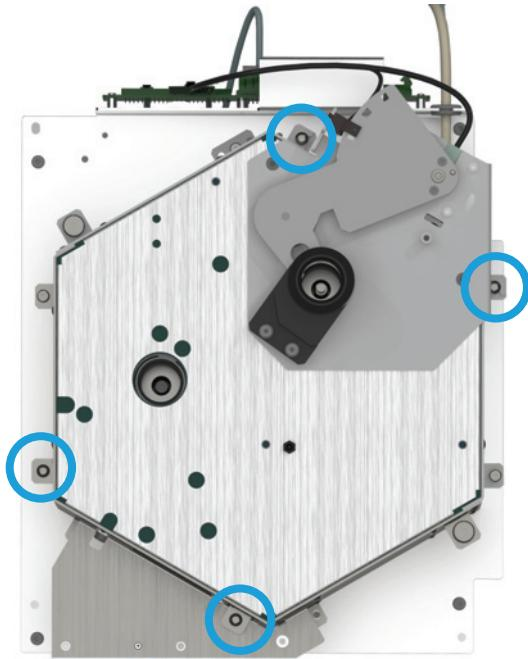

Figura 12. Retire los tornillos T-20 Torx de la unidad superior del horno
- Retire los cuatro tornillos T-20 Torx de la unidad superior del horno (Figura 12).